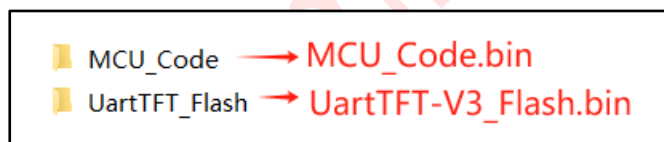

图 2-5：文件和文件夹格式
2、文件目录要求：格式化完成后，在 SD 卡根目录下建立 UartTFT_Flash 文件夹，将需要更新的 bin 文件放入对应的文件夹（文件和文件夹名称不能修改）如图 2-5 所示。